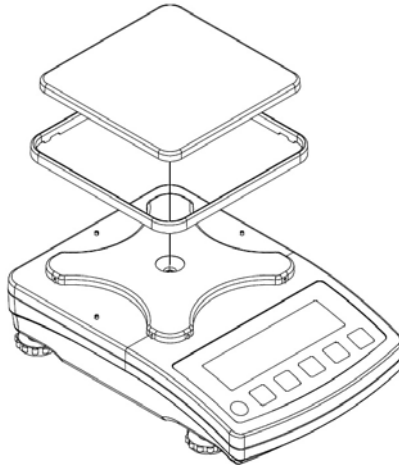

Abb. 4. Montage Waage
- C. Die Waagschale und den Windschutz gemäß Abbildung 4 installieren.